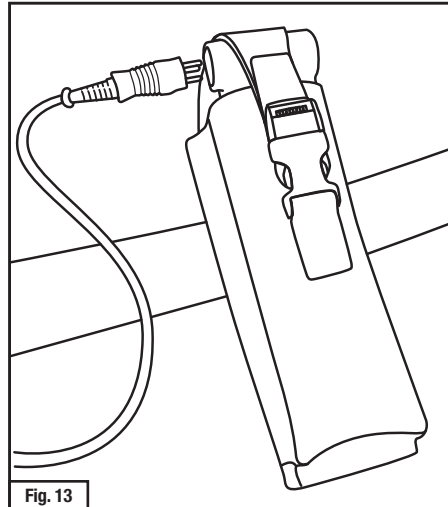

Fig. 13
6. Conecte el Cable de corriente Breathe Easy™ o GVP 610 al adaptador (Fig. 13). Para GVP, conecte el socket del cable de corriente en el receptáculo de punta en el frente del ventilador de motor GVP-100. Para encender el motor con ventilador, mantenga oprimido el botón del adaptador por 1/2 segundos. Cuando se haya encendido, la luz indicadora en el TR-659 debe centellar por aproximadamente un segundo y luego apagarse.